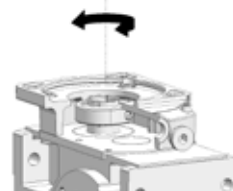

fig. 2
- orientar la ara de bloqueo para que la cabeza del tornillo de fijación sea alineada con uno de los taladros de entrada presentes sobre la brida del reductor, después haber preventivamente quitado los relativos tapones de cierre (ver fig. 2);